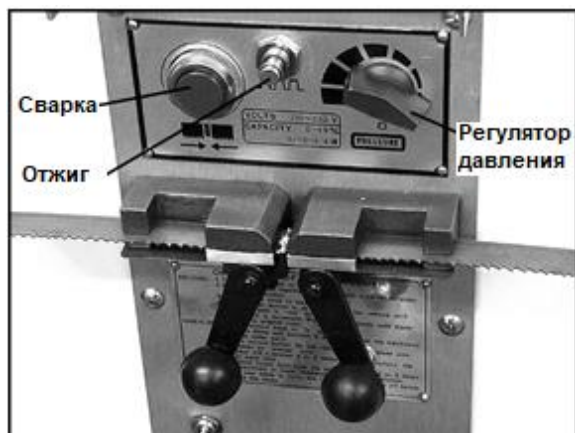

Рис. 18.
6. Вставьте один конец полотна в левый зажим (Рис. 18). Уприте задний край полотна в заднюю
9. Нажмите и удерживайте кнопку включения сварочного устройства (Рис. 18). Когда кнопка нажата, левый зажим смещается к правому и сдвигает концы полотна между собой. Одновременно с этим, через зажимы пропускается ток и происходит сварка полотна с образованием искр. Не отпускайте кнопку до тех пор, пока сварной шов не раскалится докрасна.
16. Быстро нажмите и отпустите кнопку включения отжига (Рис. 18). Повторяйте это действие, пока сварной шов не накалится до слегка красноватого цвета.